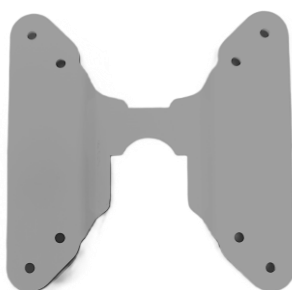

Figure 8- Raccord VESA
3. **Fixer le dispositif au bras.** Un raccord se trouve sur la partie inférieure de l'appareil (voir Figure 8). Pour fixer l'appareil au support, faites glisser le raccord sur le connecteur VESA jusqu'à ce que vous entendiez un "clic", ce qui indiquera que l'appareil a été correctement fixé.